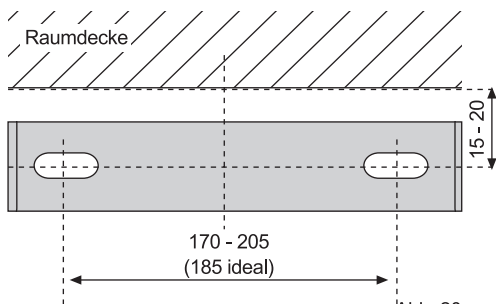

Abb. 20
Befestigen Sie das Montageblech (9) (Abb. 21) mit zwei Schrauben 3,5x25 mm (18) und zwei Dübeln 6 mm (19) an der Wand. Wählen Sie den Abstand des Montagebleches (9) entsprechend obenstehender Skizze (Abb. 20)